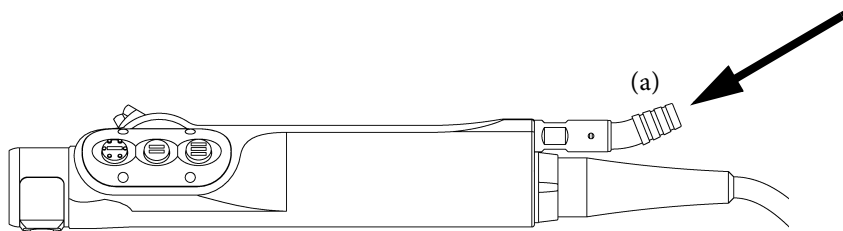

Figura 5: Collegamento del tubo di aspirazione
1. Collegare un tubo di aspirazione al connettore del tubo di aspirazione (a) sul manipolo (vedere la Figura 5). Il tubo deve sovrapporsi a tutte le scanalature del connettore.